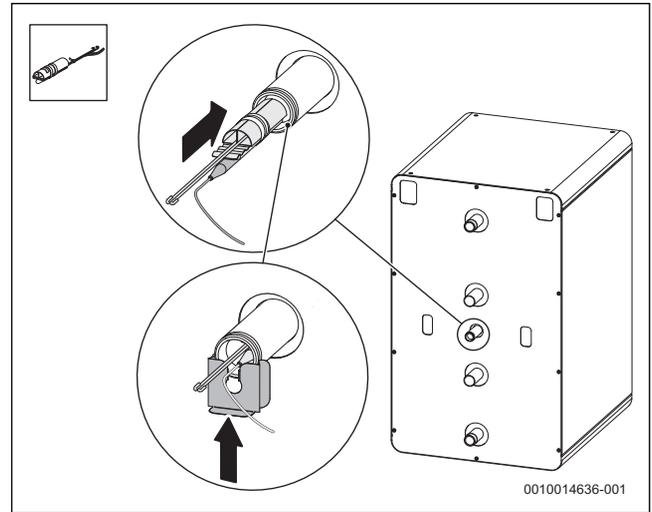

Fig. 67 Raccord du bulbe de l'aquastat ECS
- ▶ Installer le bulbe de l'aquastat ECS (→ Fig. 67). S'assurer que le bulbe est en contact sur toute sa longueur dans le logement du doigt de gant.